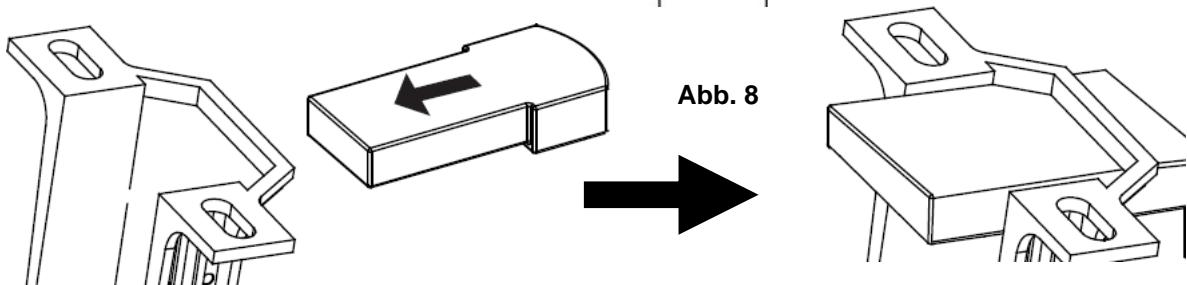

Abb. 8
- Stecken Sie den Fernbedienungsempfänger vorsichtig über der Kugelaufhängung in den Zwischenraum in der Montagehalterung. Achten Sie darauf, keines der Kabel zu beschädigen oder zu lösen. (Abb. 8)